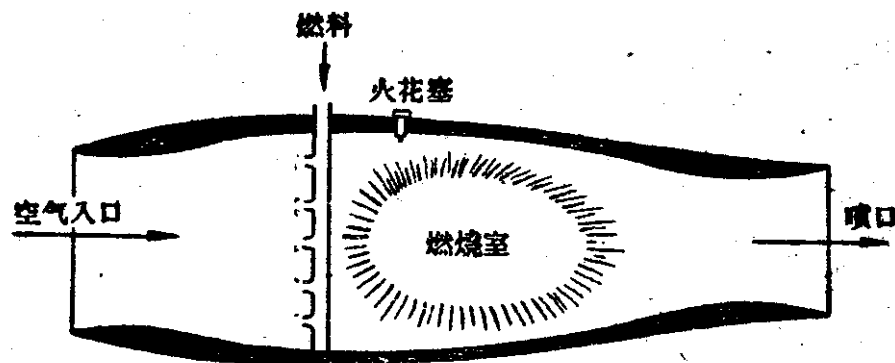

图 8·47 冲压式噴气发动机
1. 冲压式噴气发动机 图 8·47 是这种发动机的結構示意图，它好象一个圓筒，前面有进气口，中間有燃燒室，燃燒室里也有噴雾器和火花塞，尾部有噴气口。